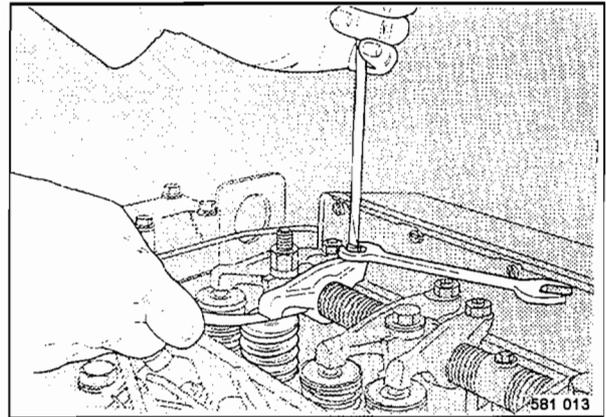

Fig. 91
- Comprobar el juego de válvulas del cilindro no. 1 (Fig. 91) y ajustarlo, si fuese necesario.